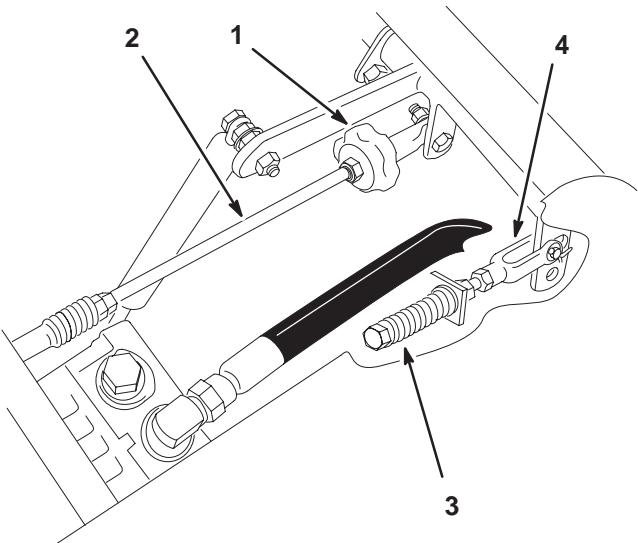

Figure 57
2. Réglez la longueur de la tige de pompe en tournant le bouton dans le sens voulu, jusqu'à ce que la roue soit immobilisée ou tourne légèrement en marche arrière (Fig. 57).